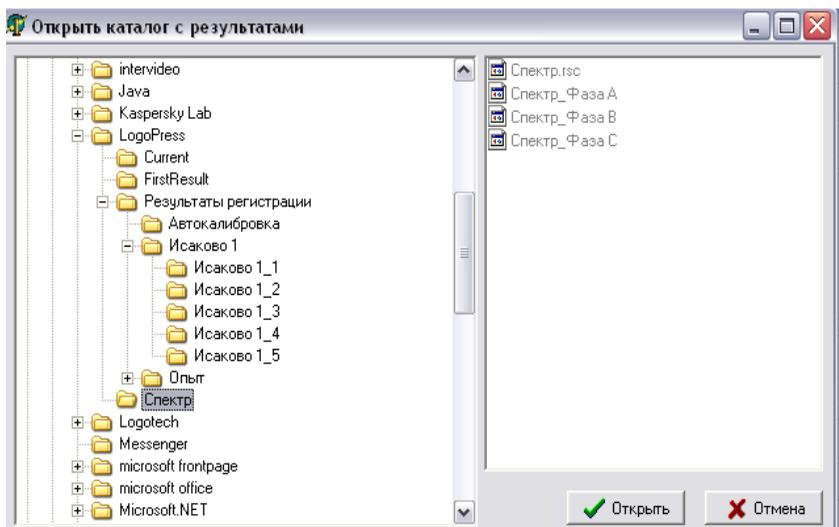
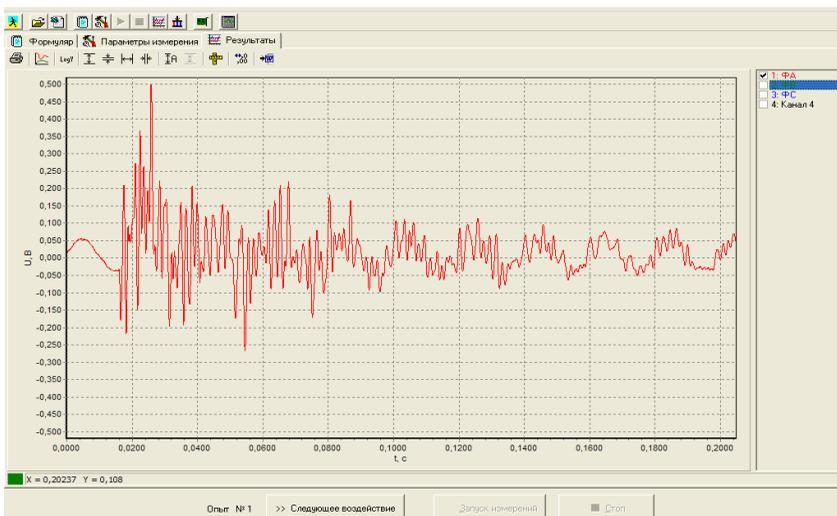
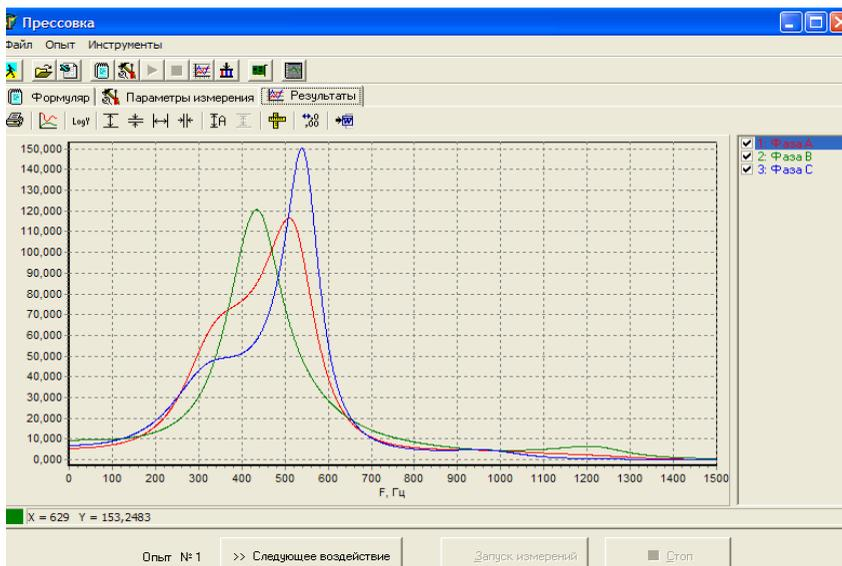

Рис. 7. Выбор файла регистрации
Рис. 8. Выбор файла регистрации.
Рис. 12. Окно меню «Спектр»
2.3.5. Можно вывести результаты регистрации любого из механических воздействий. Для этого необходимо выбрать элемент меню «Файл / Открыть». Откроется окно «Открыть каталог с результатами» (Рис. 7), после чего выбираем соответствующий файл регистрации (Рис. 8).
После того как расчет прессовки будет произведен, необходимо выбрать элемент меню «Файл\Открыть». Откроется окно «Открыть каталог с результатами» (Рис. 7), затем выбрать элемент меню «Спектр» (Рис. 12).